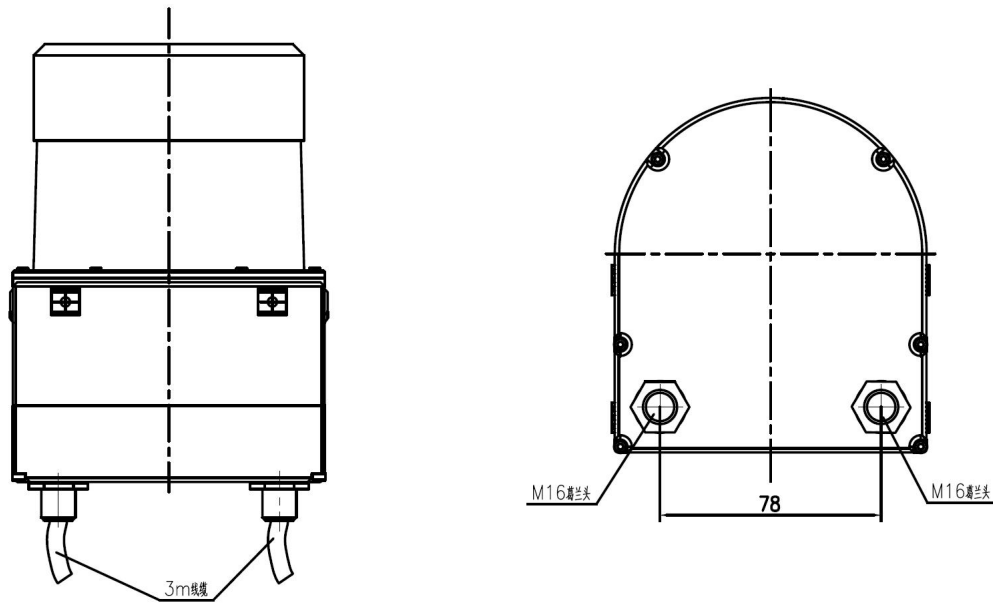

图3 葛兰头后出线形式尺寸图
- 接口尺寸图：葛兰头后出线形式尺寸（图3）（尺寸单位：mm）